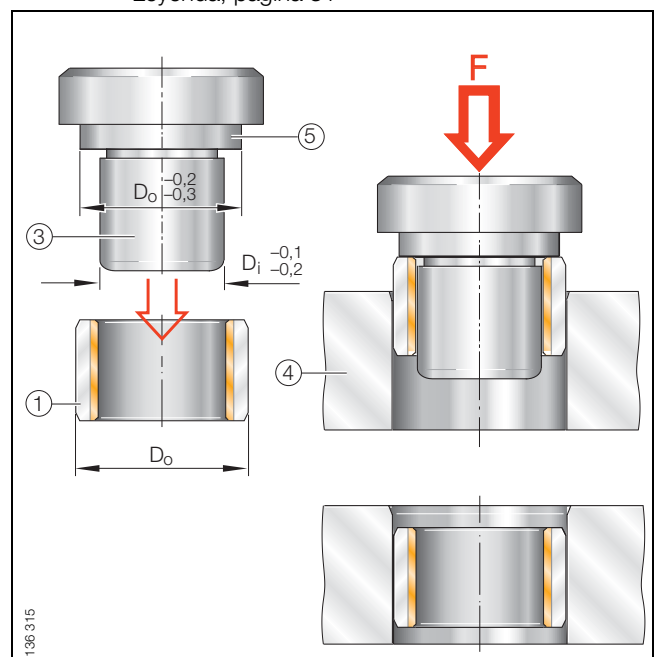

Figura 23 · Montaje a prensa, hendido, $D_o \geq 55$ mm
- Montaje a prensa, hendido, con punzón, sin anillo auxiliar, según figura 23.